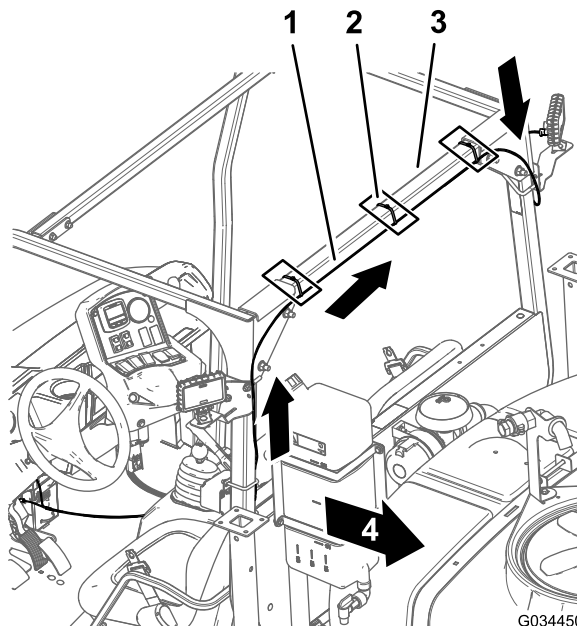
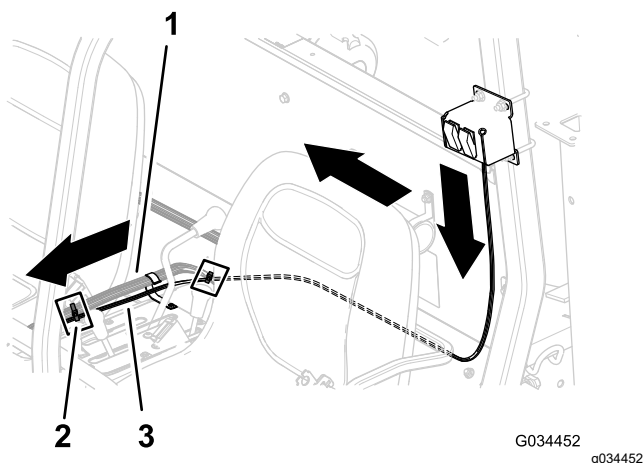
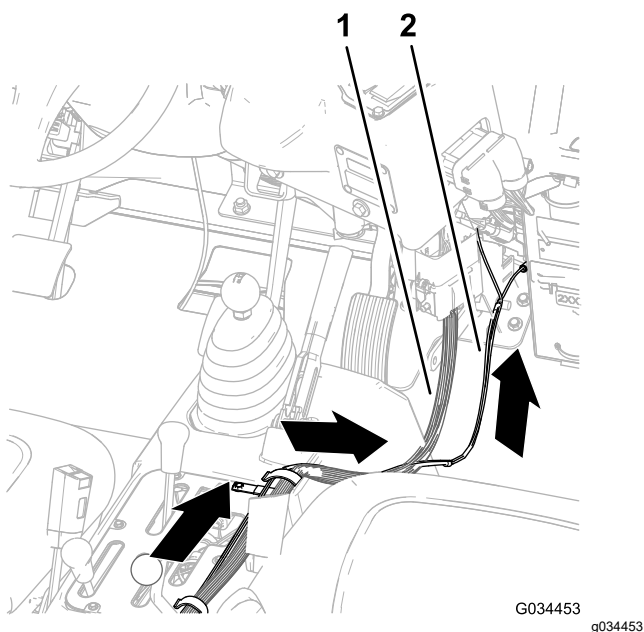

Figure 16
Figure 17
Figure 18
1. Au niveau des interrupteurs, acheminez la branche du faisceau de câblage munie du connecteur à 2 douilles vers le haut et en travers du tube horizontal du système ROPS, comme montré à la Figure 16.
2. Au niveau des interrupteurs, acheminez la branche du faisceau de câblage munie de la borne à douille et de la cosse en anneau vers le bas et en travers du dossier du siège de l'utilisateur, comme montré à la Figure 17.
3. Au niveau de la console centrale, acheminez le faisceau de câblage du kit projecteurs de travail arrière le long du faisceau du pulvérisateur, vers le porte-fusibles (Figure 17) et (Figure 18).
4. Attachez le faisceau de câblage du kit projecteurs de travail arrière au faisceau du pulvérisateur à l'aide de serre-câbles, comme montré à la Figure 16 et la Figure 17.